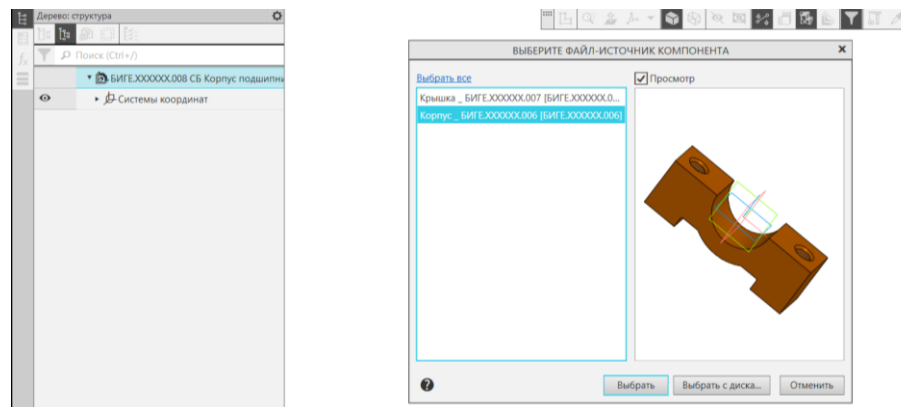

Рис. 15 Выбор деталей для размещения в сборке
- **Сборка – Панель «Компоненты» – команда «Добавить компонент из файла».** Откроется папка проводника, необходимо выбрать детали для размещения в сборке (рис.15).